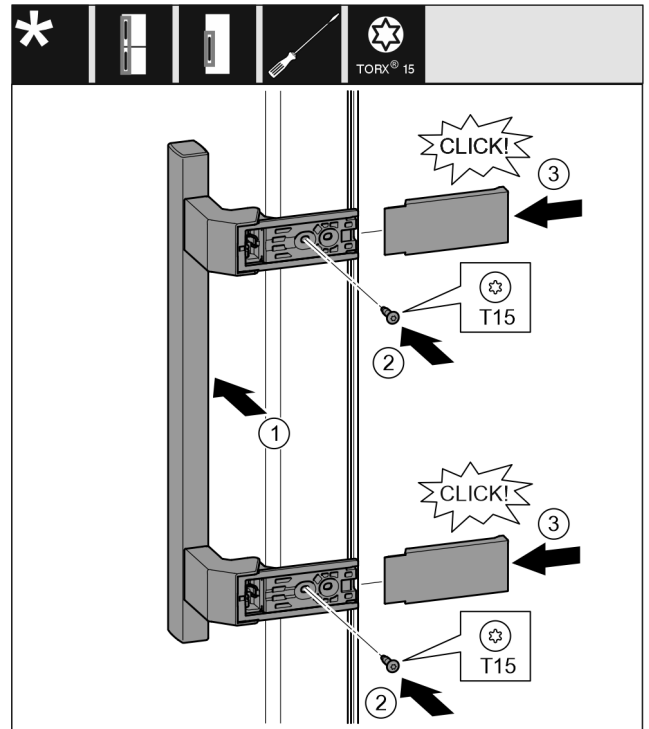

Fig. 14
- ▶ Встановіть ручку з протилежного боку. Fig. 14 (1)
- ▶ За допомогою викрутки T15 закрутіть гвинти. Fig. 14 (2)
- ▶ Встановіть збоку кришки і посуньте їх. Fig. 14 (3)